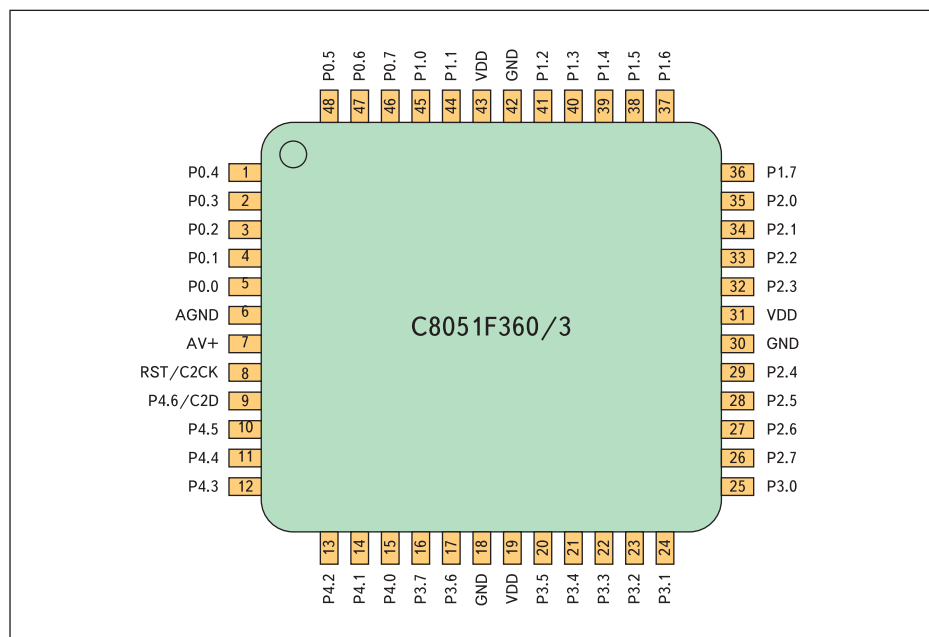

Рис. 2. Расположение выводов микроконтроллеров C8051F360 и C8051F363 в корпусах TQFP48
Базовым микроконтроллером семейства является C8051F360, он имеет полный комплект периферии. Микроконтроллер C8051F363 отличается от базового тем, что в нем отсутствует аналоговая периферия. Только эти два микроконтроллера (F360 и F363) из всего семейства имеют аппаратный интерфейс внешней памяти (EM). Расположение выводов микроконтроллеров C8051F360 и C8051F363 в корпусах TQFP48 представлено на рис. 2.